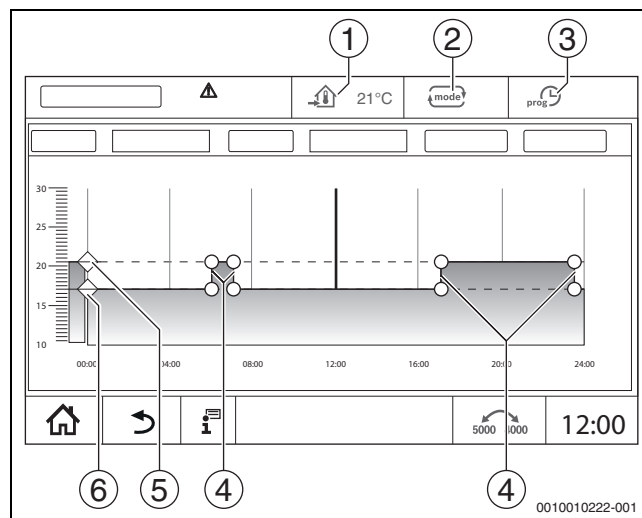

Bild 20 Automatik Absenkbetrieb im Zeitprogramm ändern
Für die Betriebsarten (→ Bild 20, [2], Seite 19) und die erweiterten Funktionen können jeweils eigene Temperaturen und Umschaltkriterien eingestellt werden. Die Einstellungen können für jeden Heizkreis und jede Betriebsart separat vorgenommen werden.
Der **Automatik Absenkbetrieb** wird über die Parameter in den Servicemenüs vordefiniert. Die Parameter lassen sich im Zeitprogramm ändern (→ Bild 20, [4], [6]).
- ▶ Temperaturen durch Verschieben der Punkte (→ Bild 20, [5], [6]) ändern.